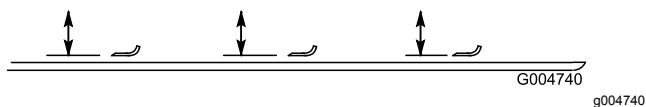

Figura 130
4. Ruotate la lama fino a quando le estremità non sono rivolte in avanti e indietro e misurate la distanza tra l'interno del piatto di taglio e il tagliante sulla parte anteriore della lama (Figura 130).